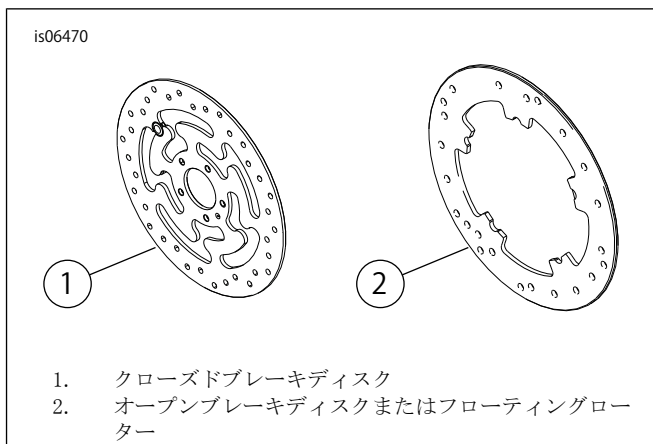

図1。フロントブレーキディスクスタイル
- ・ブレーキディスクスクリュー(図1を参照してください。および表1)